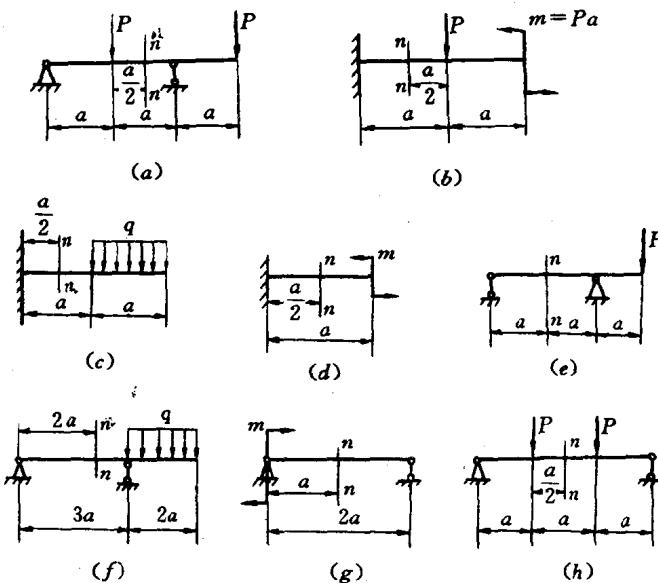

图 1-19
25. 试求图 1-19 中各梁的支点反力和  $n-n$  截面上的内力。